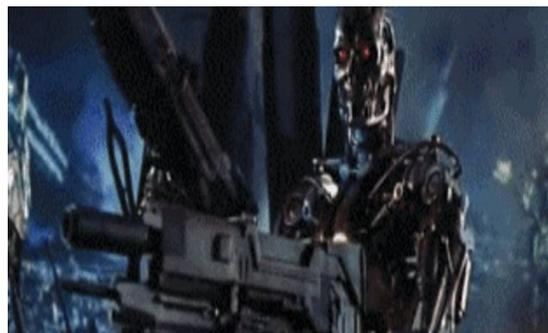

Рисунок 1.8
4. Кибернетические машины (рис.1.8) - машины управляющие рабочими или энергетическими машинами, которые способны изменять программу своих действий в зависимости от состояния окружающей среды (т.е. машины обладающие элементами искусственного интеллекта).